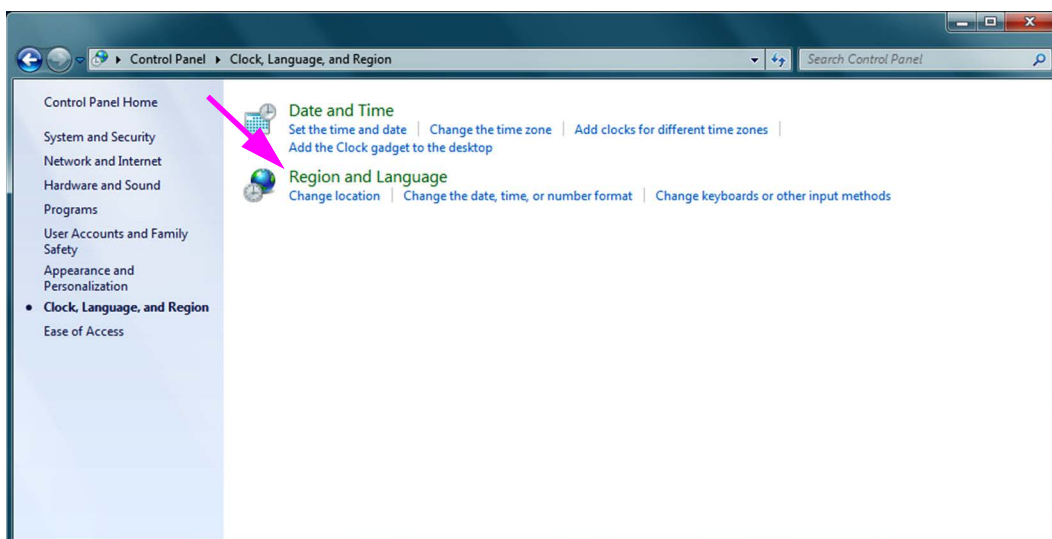

Figure C-2. Fenêtre Clock, Language, and Region (Horloge, langue et région)
4. La fenêtre Clock, Language, and Region (Horloge, langue et région) apparaît (cf. Figure C-2). Cliquez sur **Region and Language (Région et langue)**.